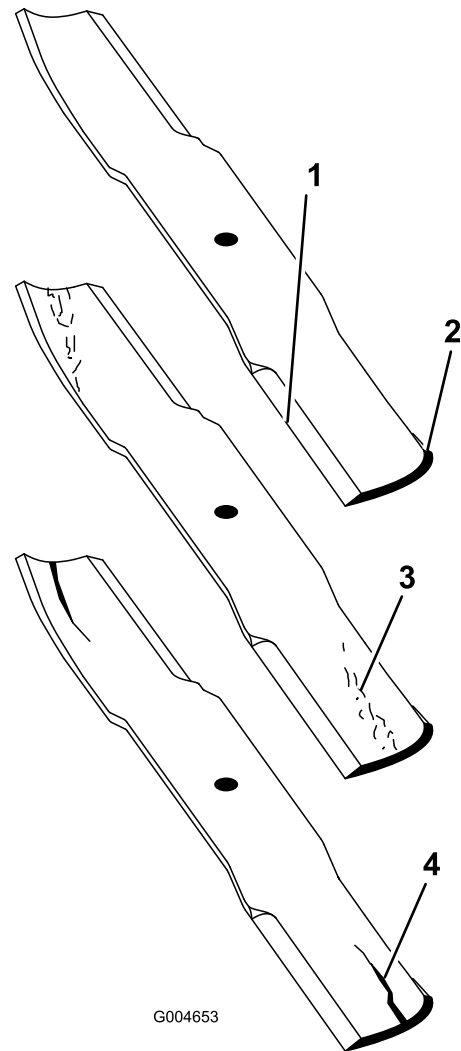

Figure 86
2. Examinez attentivement les tranchants de la lame, particulièrement au point de rencontre des parties plane et relevée (Figure 86).
Remarque: Le sable et les matières abrasives peuvent éroder le métal à cet endroit, c'est pourquoi il est important de contrôler l'état de la lame avant d'utiliser la tondeuse. Remplacez la lame si elle vous semble usée (Figure 86).